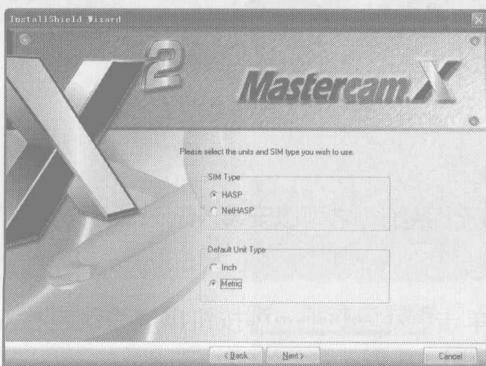

图 1-7 安装界面 4
(6) 单击 **Next >** 按钮出现安装界面 4，选择选项如图 1-7 所示。